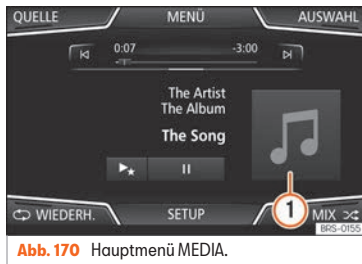
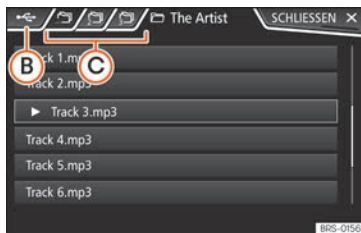

Abb. 170 Hauptmenü MEDIA.
Abb. 173 Medien-Modus: Titelliste einer Medienquelle.
» Abb. 170 ① werden alle Albencover angezeigt, die in der aktiven Medienquelle zur Verfügung stehen » Abb. 171.
• Im Hauptmenü MEDIEN die Funktionsfläche **AUSWAHL** » Abb. 170 antippen, um die Titelliste zu öffnen. Der aktuell gespielte Titel ist hervorgehoben » Abb. 173.